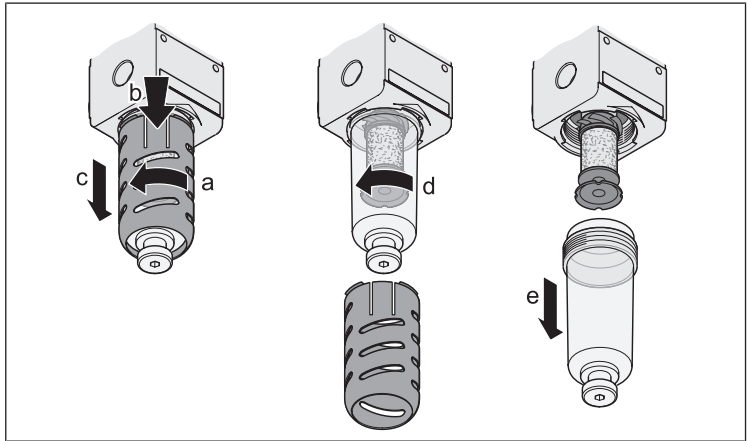
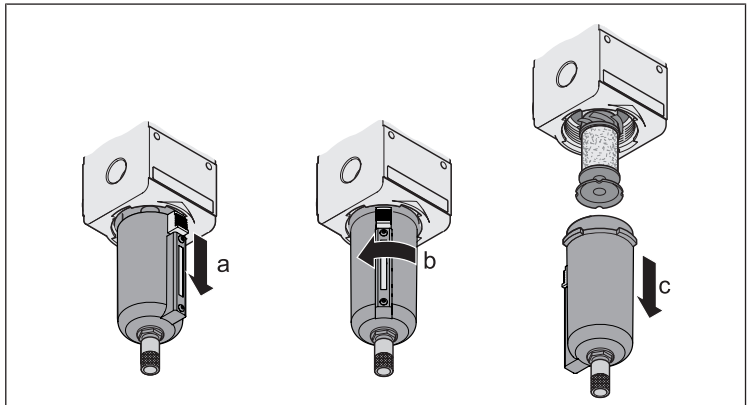

Abb. 4: Schutzkorb und Behälter austauschen | Serie NL2, NL4, NL6
Abb. 5: Schutzkorb und Behälter austauschen | Serie NL1, NL2, NL4, NL6
▶ Lösen Sie den Schutzkorb, falls vorhanden, (→ Abb. 4 a, b) und ziehen Sie diesen nach unten ab (→ Abb. 4c).
▶ Schrauben Sie den Behälter (→ Abb. 4d) aus dem Gehäuse.	Ziehen Sie die Entriegelung (→ Abb. 5 a) nach unten, drehen Sie den Behälter (→ Abb. 5 b) erst nach links und ziehen Sie ihn dann nach unten ab (→ Abb. 5 c).
▶ Bauen Sie den Behälter und, wenn vorhanden, den Schutzkorb in umgekehrter Reihenfolge wie in Abbildung → Abb. 4 beschrieben wieder ein.	Bauen Sie den Behälter in umgekehrter Reihenfolge wie in Abbildung → Abb. 5 beschrieben wieder ein. Setzen Sie dabei den Behälter um 45° verdreht ein und drehen Sie ihn nach rechts, bis die Entriegelung hörbar einrastet.